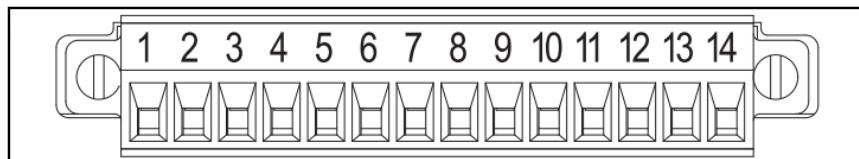

Abbildung 9: Pin-Belegung/Zubehörstecker-ID
- Notieren Sie sich bei der Installation des Zubehörkits an der Anschlussbox des MTP6000-Fahrzeugkits die Pin-Belegungen und ID-Nummern auf den Zubehörsteckern (siehe Abbildung 9 und Tabelle 1 unten).